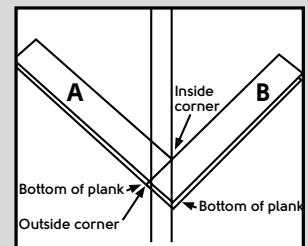

Fig. 5
5. Este es el ángulo inicial. Nota: se necesitan separadores de  $\frac{3}{16}$ " (5 mm) en todas las paredes o pilares verticales (Fig 5).
6. Alinee el borde de la esquina exterior del tablón "A" con la esquina interior en la posición de la línea opuesta (Fig 5).